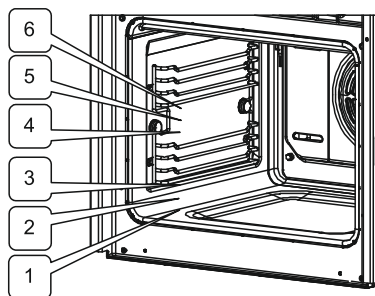

Рис. 2
1. Снимите верхнюю часть (заслонку), открутив болты с обеих сторон. (См. рис. 2).
2. Открутите другие 6 болтов в противоположной верхней части с обеих сторон дверцы. (См. рис. 2).
В. Расположение и уровни решетки гриля (см. рис. 2):